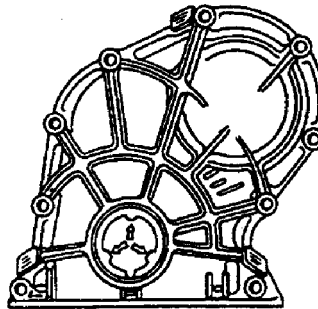

Fig. 2-20. Tampa da distribuição: as setas indicam as saliências de centralização
17. Posicionar a tampa da distribuição, com a respectiva junta e vedador, e instalar os parafusos de fixação, sem apertá-los totalmente (fig. 2-20).